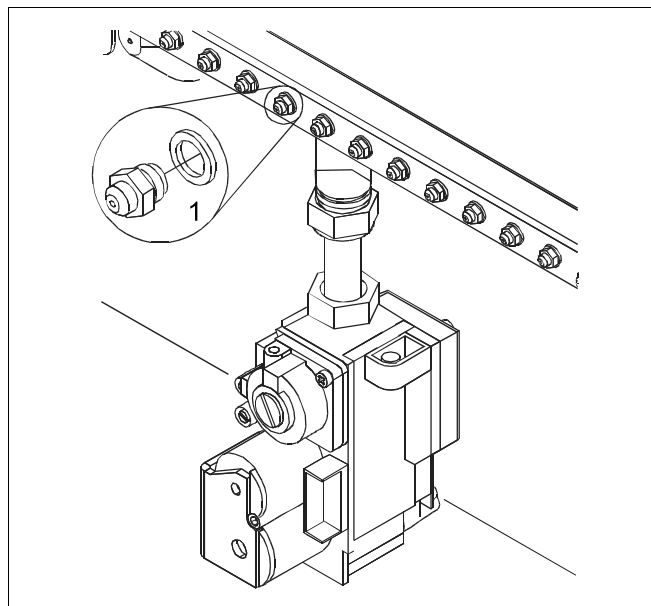

Рис. 45 Замена форсунок
- Демонтировать форсунки (рис. 45, поз. 1) горелки и установить форсунки с нужным диаметром, который соответствует новому виду газа (глава 7, стр. 43).